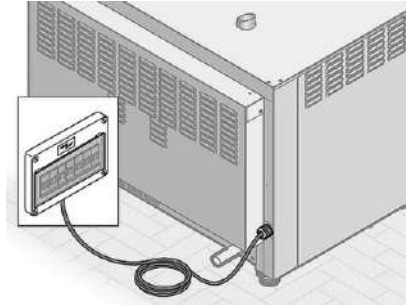

Abb. 12
- Wir empfehlen, den Anschluss über einen Schaltschrank vorzunehmen, dem ein leicht zugänglicher Schalter vorgeschaltet ist und der gemäß den im Installationsland geltenden Vorschriften in die Anlage integriert wurde (Abb. 12). Alternativ dazu kann ein geeigneter Stecker installiert werden.